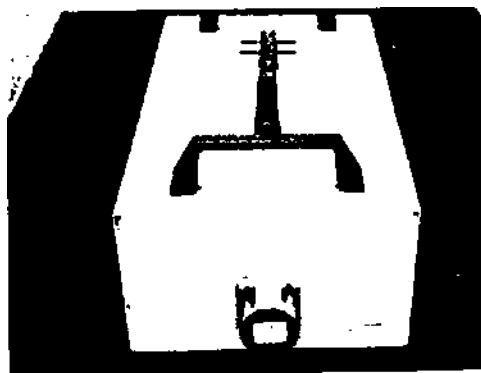
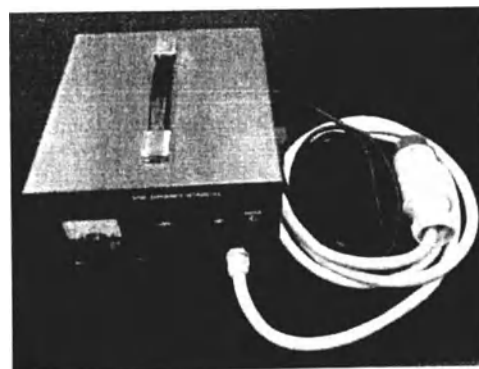
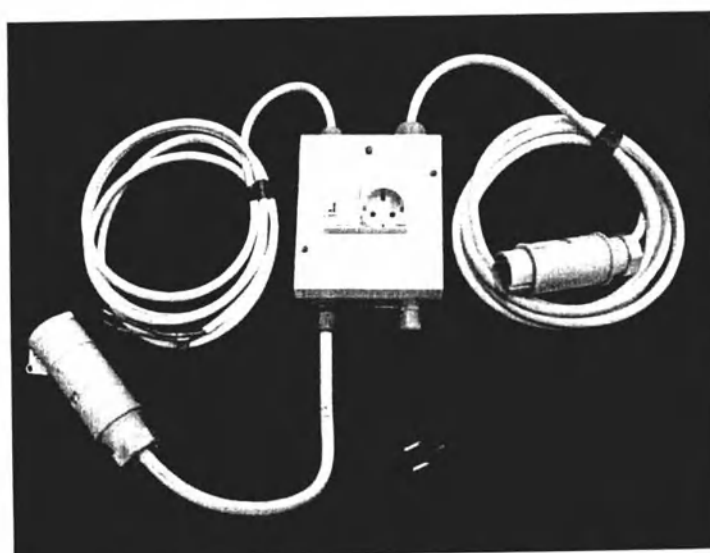
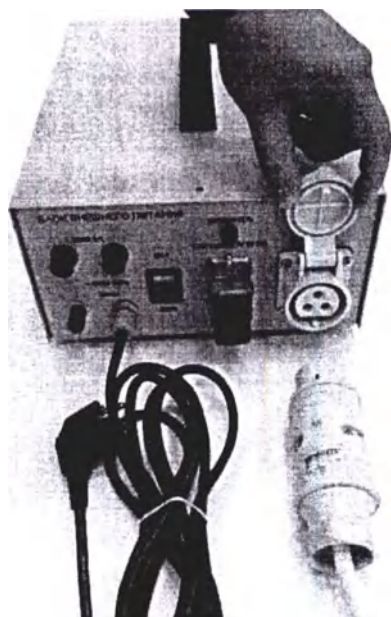

Рисунок 42
Рисунок 43
Рисунок 45
Рисунок 50
2.10 Инкубатор предусматривает подключение к нему блока внешнего аккумулятора АСПИ.431422.003 (рисунок 42), который позволяет питать инкубатор напряжением 12 В постоянного тока в течение 90 минут. Для заряда блока внешнего аккумулятора необходимо использовать блок зарядного устройства АСПИ.431422.005 (рисунок 43).
Подключение инкубатора возможно с помощью коммутатора внешнего питания АСПИ.431168.015 (рисунок 45), схема подключения указана в приложении Б рисунок Б.2, устанавливаемого в машине скорой помощи. Схема крепления коммутатора внешнего питания указана в приложении В рисунок В.1.
3.2.3 Подключить кабель питания инкубатора к блоку внешнего питания (рисунок 50) или к блоку внешнего аккумулятора (рисунок 42), который должен быть предварительно заряжен с помощью блока зарядного устройства, или к коммутатору внешнего питания (рисунок 45);